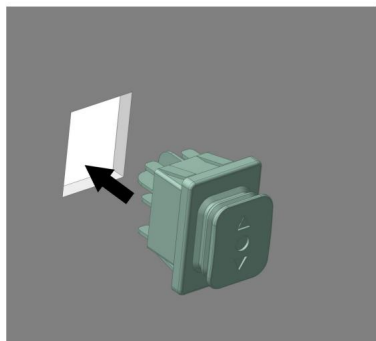
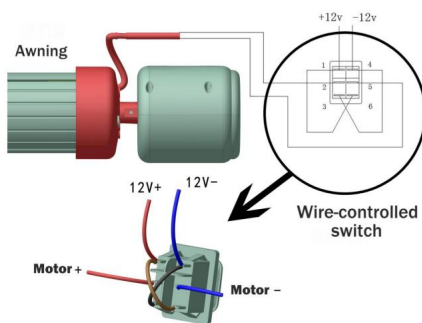

Abbildung D20
Abbildung D21
4.1 Installieren Sie zunächst den Kabelsteuerschalter an einer geeigneten Stelle im Fahrzeug (Abbildung D20). Nachdem das Verdeck installiert ist, führen Sie das Motorkabel in das Fahrzeug ein und schließen Sie es gemäß Abbildung D21 an. Es wird empfohlen, für das Motorstromkabel ein 2-adriges Stromkabel mit * 1,5 mm oder mehr und eine Drahtlänge RVV2 von nicht mehr als 3 m zu verwenden (der Verkabelungsteil im Fahrzeug muss vorbereitet werden).